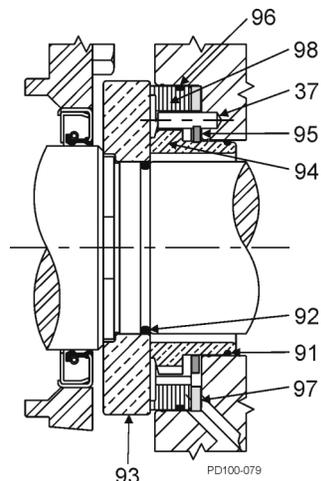

Figure 69 - Garniture mécanique double
7. En cas d'utilisation de la garniture mécanique double, installez le ressort ondulé extérieur (figure 69, élément 97) dans le corps et le joint torique extérieur (élément 96) dans la gorge de la garniture extérieure (élément 98). Placez la garniture extérieure dans le corps de la pompe autour de la garniture intérieure, en alignant les encoches de la garniture extérieure sur les goupilles d'arrêt du corps.